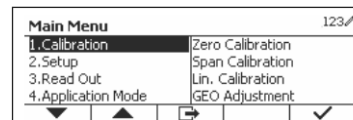

Figure 3
1. Exercez une pression longue sur le bouton  pour accéder au menu principal. Appuyez sur le bouton multifonction correspondant à l'icône ✓ pour accéder au sous-menu d'étalonnage. (Voir Figure 3)